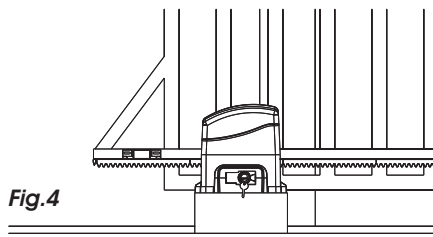

Fig. 4
- Há casos em que o comprimento da cremalheira ficará maior que o comprimento do portão, nesse caso terá que ser confeccionado uma mão francesa para uma melhor fixação do mesmo como ilustra a (fig. 4).
*• En algunos casos, el largo de la cremallera quedará mayor que el largo del portón. En estos casos, es necesaria la confección de una mano francesa para una mejor fijación como lo ilustra la (fig. 4).*